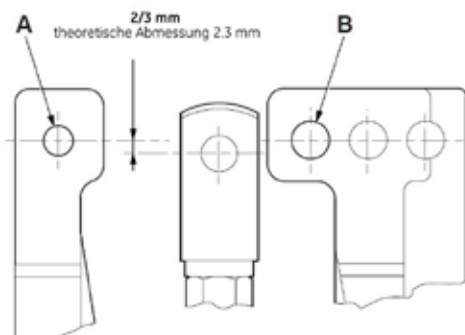

Abbildung 15 - Voreinstellung der Verschlusssteilschaftposition
A. Kontermutter (103) lösen und den Verschlusssteilschaft mit einem Schraubenzieher drehen und gleichzeitig Gabelstück (104a) so lange blockieren, bis sich das Gabelstück in der in Abbildung 15 gezeigten Position befindet. Kontermutter (103).
- 2.3 mm unterhalb der Ausrichtung der Bolzenöffnungen in der Antriebsgrundplatte (108) beim VariPak 28001 Einhebelventil (siehe Abbildung 15).